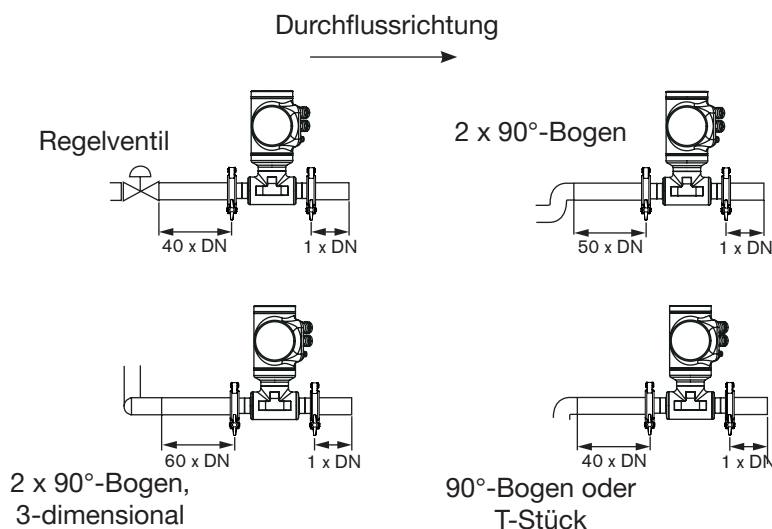

Abb. 14: Mindesteinlauf- und -auslaufstrecken je nach Rohrdesign (Beispiel für einen horizontalen Einbau)
- Wenn Sie das Gerät nicht vor einem Ventil oder jeglicher Ausrüstung installieren können, die den Rohrdurchmesser oder die Rohrrichtung ändern, beachten Sie die geraden Auslaufstrecken je nach Rohrvariante. Siehe Norm ISO 9104:1991 und Abb. 14. Wenn diese Empfehlungen nicht eingehalten werden können, Bürkert kontaktieren.